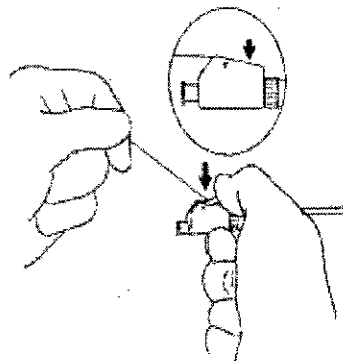

Fig. 2
- b. Mientras mantiene tirante el hilo de bloqueo, presione la palanca de la leva de bloqueo hacia abajo hasta que sienta un chasquido evidente. Entonces, el lazo distal del catéter quedará bloqueado en posición (Fig. 2)